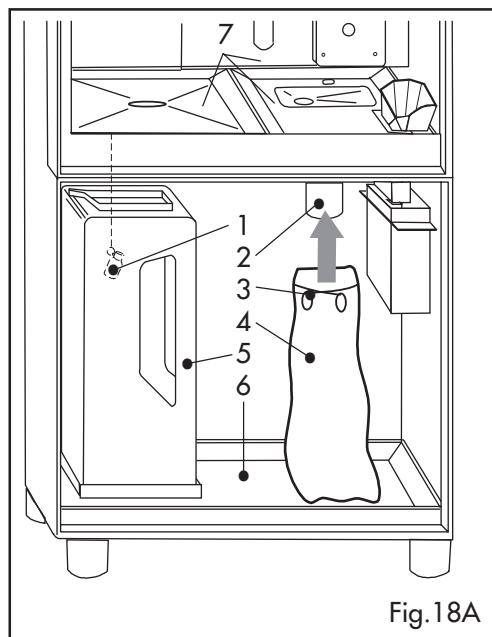

Fig.18A
- Houd de veer ref. 3 (fig. 18A) op de koffiedikafvoerbuiss ref. 2 (fig. 18A) uit elkaar.
- Doe de koffiedikopvangzak ref. 4 (fig. 18A) erin.
Controleer of de vlotter ref. 1 (fig. 18A) in de lekbak ref. 5 (fig. 18A) zit en of de bak op de juiste manier verbonden is met de onderste lekbak ref. 6 (fig. 18A).
Controleer of de drie bovenste lekbakken ref. 7 (fig. 18A) en de onderste lekbak ref. 6 (fig. 18A) op de juiste plaats zitten.